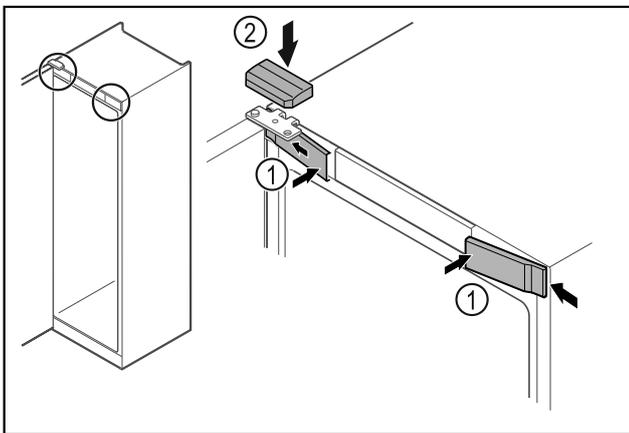

Fig. 67
- ▶ 从侧部挂入前盖板 Fig. 67 (1) 并将其卡紧。
- ▶ 从上方卡紧上盖板 Fig. 67 (2)。